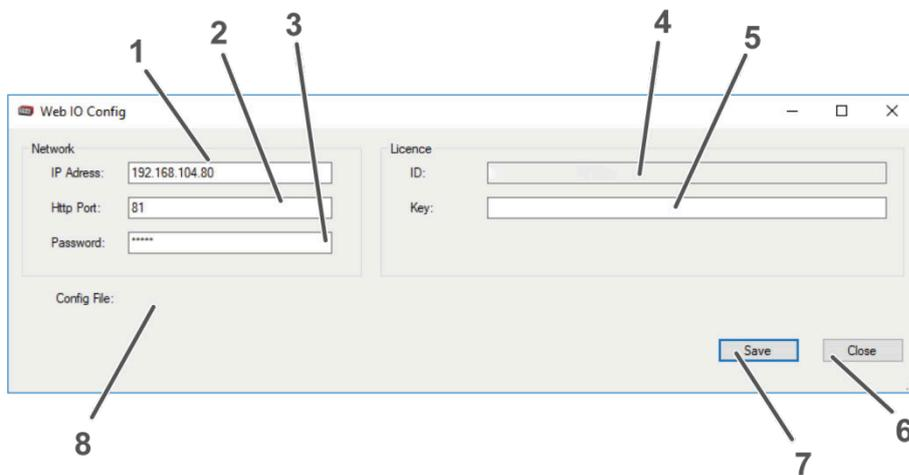

Abbildung 34: Web IO Config
- Sicherstellen, dass der eingestellte Wert im Feld HTTP-Port auf der W&T Homepage derselbe ist, wie der Wert im Web IO Config Fenster (Abbildung 34, Seite 39, Pos. 3).